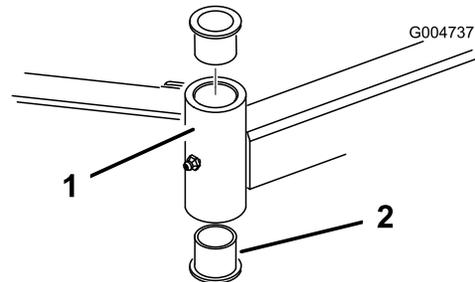

Bild 20
4. Stecken Sie einen Dorn oben oder unten in das Befestigungsrohr und treiben die Büchsen heraus (**Bild 20**). Treiben Sie dann die andere Büchse aus dem Rohr heraus. Reinigen Sie die Innenseite der Rohre.